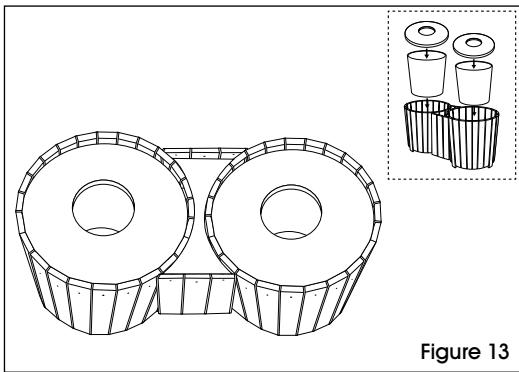

Figure 13
18. Placez les contenants rigides dans les poubelles et les couvercles de recyclage et de déchets au-dessus. (Voir Figure 13)